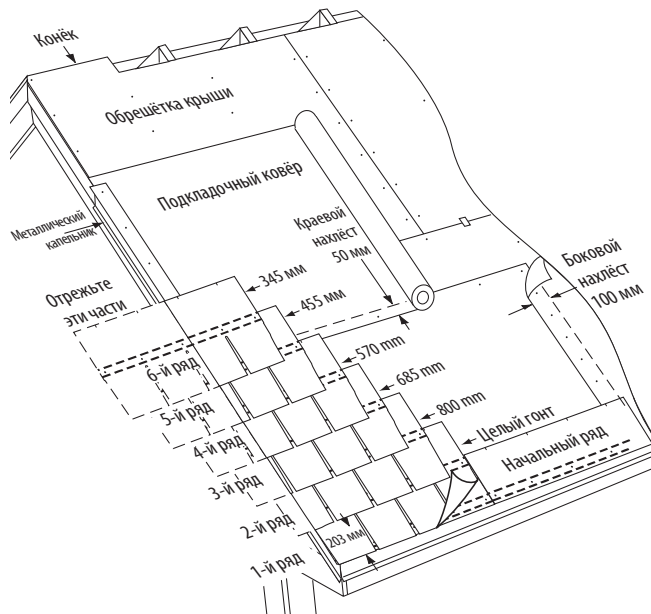

Рис. 14-13. Укладка первых шести рядов на крышу со стандартным уклоном.
1. Во втором ряду отрежьте 11,4 см от левого края целого гонта и уложите этот обрезанный гонт над первым гонтом первого ряда и поверх него. Оставьте гонт первого ряда открытым на 20,3 см, выровняв нижний край второго ряда по верхнему краю расширяющихся вырезов (Рис. 14-13).